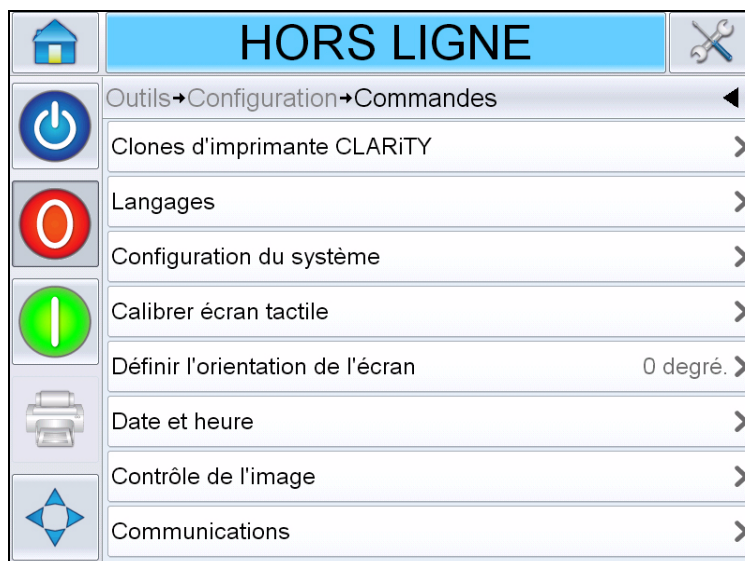

Figure 5-8: Page Commandes
- 1 Accédez à *Outils > Configuration > Contrôle*. La page *Contrôle* s'affiche (Figure 5-8).